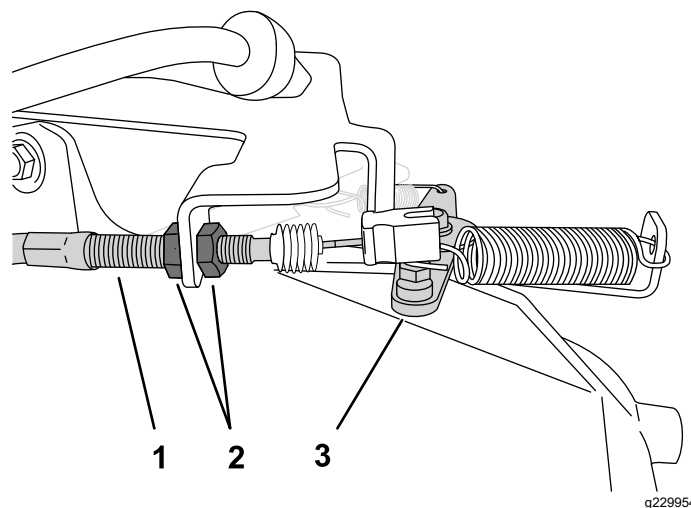

Figura 44
- Nell'alloggiamento del cavo dell'acceleratore, allentate il controdado anteriore e serrate il controdado posteriore per aumentare la velocità minima (Figura 44).